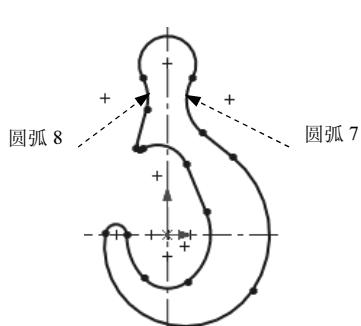

图 10.15 添加相等约束
Step 10 添加图 10.15 所示的“相等”约束。按住 Ctrl 键，选择图 10.15 所示的圆弧 7 和圆弧 8，系统弹出“属性”对话框，在 **添加几何关系** 区域中单击 相等(E) 按钮。